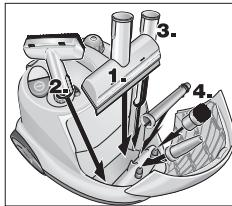

Fig. 9: Tilbehørsrom
- Legg hånddysen, vindusdysen, punktstråledysen og smådeler i tilbehørsrommet (se fig. 9).